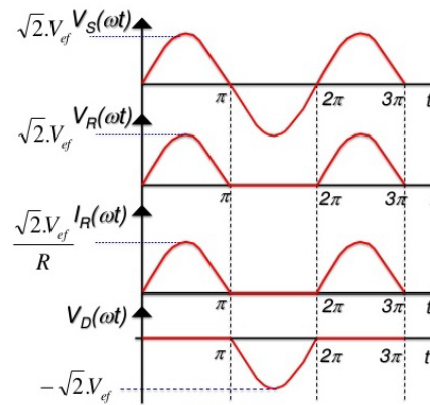

Figura 2: Forma de Onda de tensão e corrente do circuito retificador
4. Utilizar o osciloscópio para visualizar todas as grandezas de interesse (mostradas na Figura 2), identificando seus valores de pico, médios e eficazes.
5. Obter as principais formas-de-onda (vide Figura 2);